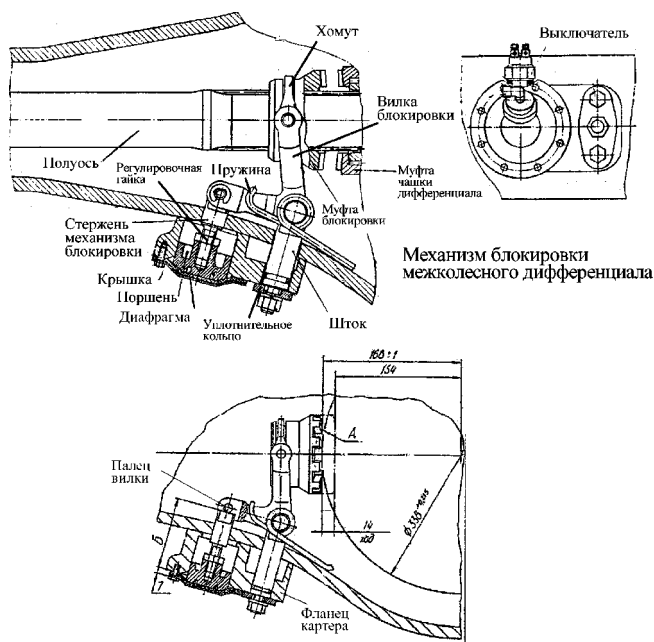

Рис. 196. Механизм блокировки колесного дифференциала
**Регулирование механизма блокировки межколесного дифференциала** (см. рис. 196) проводите в следующем порядке: